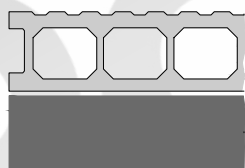

Рис.4 Установка краев доски
- Края досок должны находиться на опорном профиле, не выступая за нее (рис. 4).